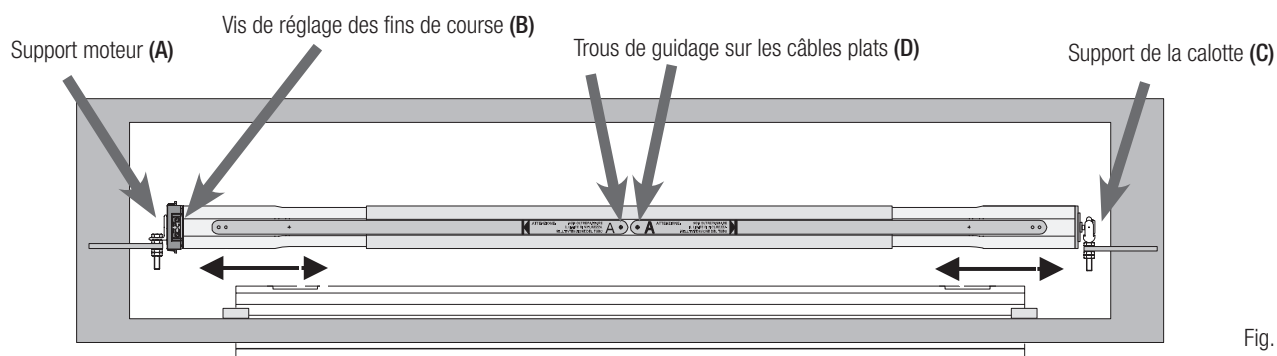

Fig. 16
1. Introduire la tête du moteur dans l'attelage rapide du support du moteur (Fig. 16 réf. **A**). Orienter le moteur de manière à pouvoir accéder aux vis de réglage des fins de course (Fig. 16 réf. **B**).
2. Faire coulisser les composants télescopiques de l'électro-rouleau, jusqu'à ce que la calotte soit introduite sur le roulement de son support (Fig. 16 réf. **C**).
3. Contrôler que le rouleau est positionné de manière parfaitement horizontale, en modifiant éventuellement les hauteurs des supports (Fig. 16 réf. **A-C**), par l'intermédiaire du système écrou/contre-écrou.
5. Au niveau des trous de guidage sur les câbles plats (Fig. 16 réf. **D**), percer avec un foret à métaux \varnothing 5 mm.
6. Dans les trous (Fig. 16 réf. **D**) visser les vis autotaraudeuses fournies (Fig. 1 réf. **13**) en fixant solidement les pièces du rouleau entre elles.
2. Desserrer la vis qui serre le câble plat (Fig. 16 réf. D)